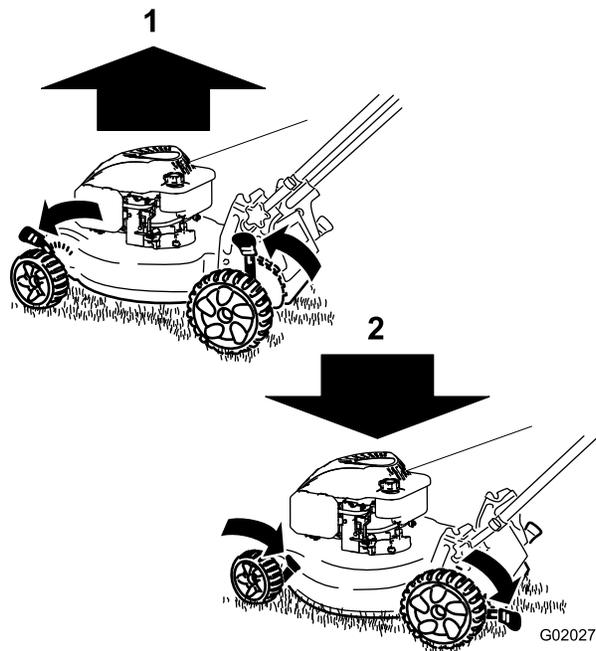

Figura 13
**Nota:** Para elevar la máquina, mueva todas las palancas de altura de corte hacia adelante; para bajar la máquina, mueva todas las palancas de altura de corte hacia atrás (Figura 13).